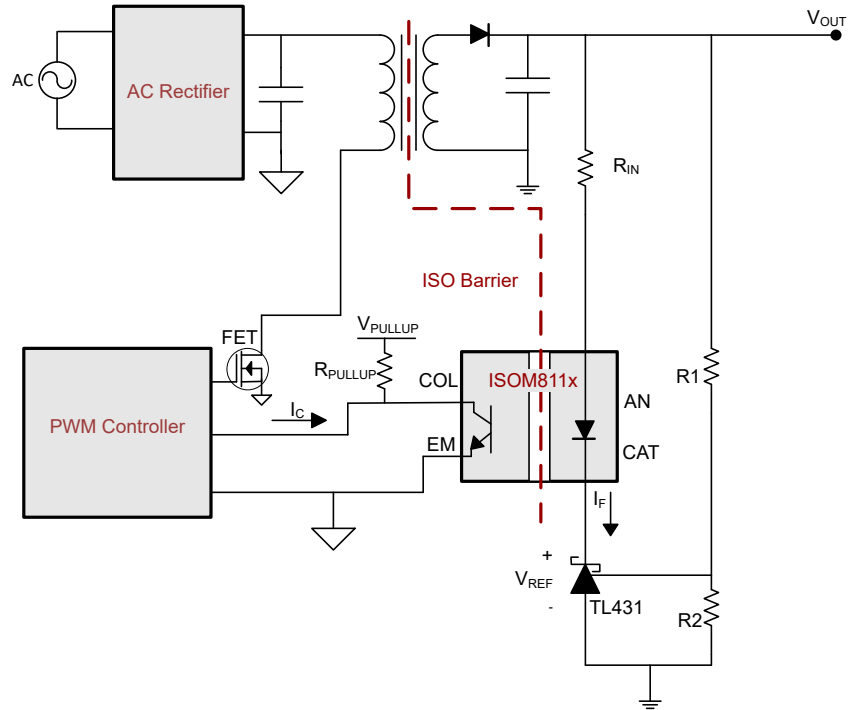

図 9-1. ISOM811x を使用した代表的な絶縁型電源アプリケーション
**図 9-1** に、代表的な絶縁型電源を示します。この実装では、分圧抵抗 (R1 および R2) を使用して、エラーアンプによって出力電圧が検出されます。エラーアンプが検出する電圧レベルに応じて、TL431 は ISOM811x の電流を上下に駆動することができ、その後これを基準電圧と比較します。この情報は、ISOM811x により絶縁バリアを超えて 1 次側に渡され、PWM 制御回路が電力段を変調して出力電圧を制御します。TL431 および ISOM811x は、安定した帰還と制御ループにとって重要な役割を果たします。
ISOM811x の入力側は電流駆動です。AN ピンに流れる電流の量を制限するには、図 9-1 に示すように、直列抵抗 R_{IN} を入力と直列に配置することをお勧めします。